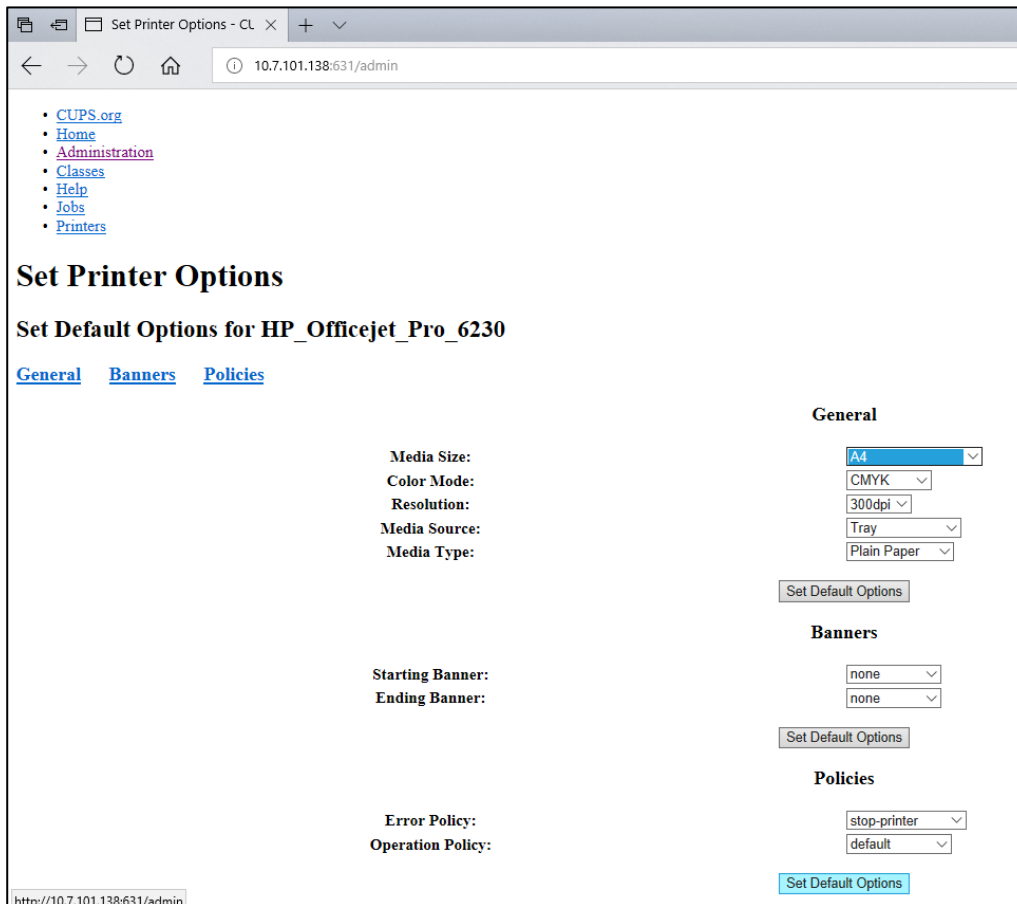

Рис. 103. Правильный выбор формата материалов для печати.
7. Необходимо правильно выбрать **Media Size** (Формат материалов для печати), например «A4», поскольку некоторые принтеры не печатают данные, если формат бумаги задан неправильно. Затем сохраните настройки нажатием кнопки **Set Default Options** (Задать параметры по умолчанию) (рис. 103).